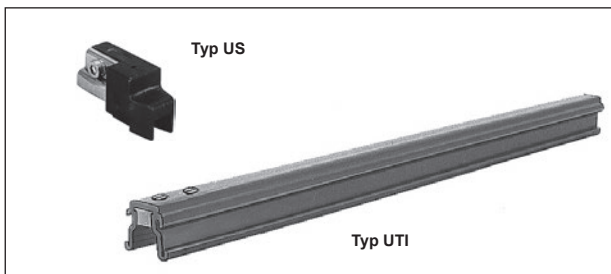

Bild 8: Überleitungsstück
11. Überleitungsstück (Bild 8)